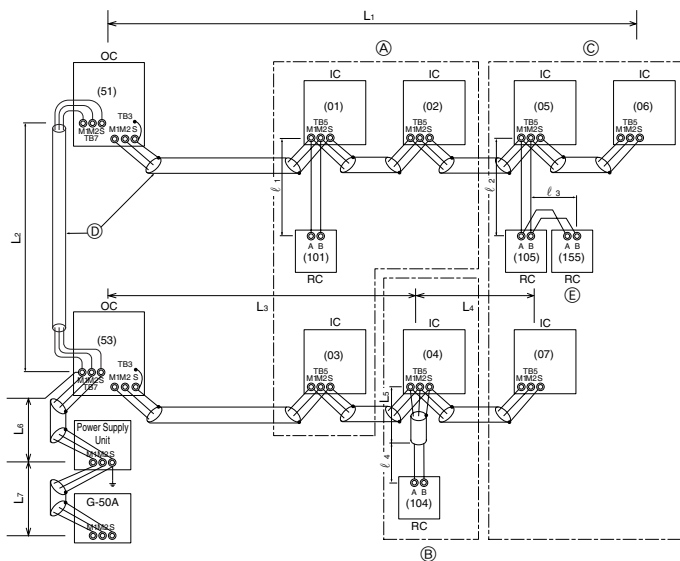

Fig. 6-2
- M-NET-afstandbediening (Fig. 6-2)